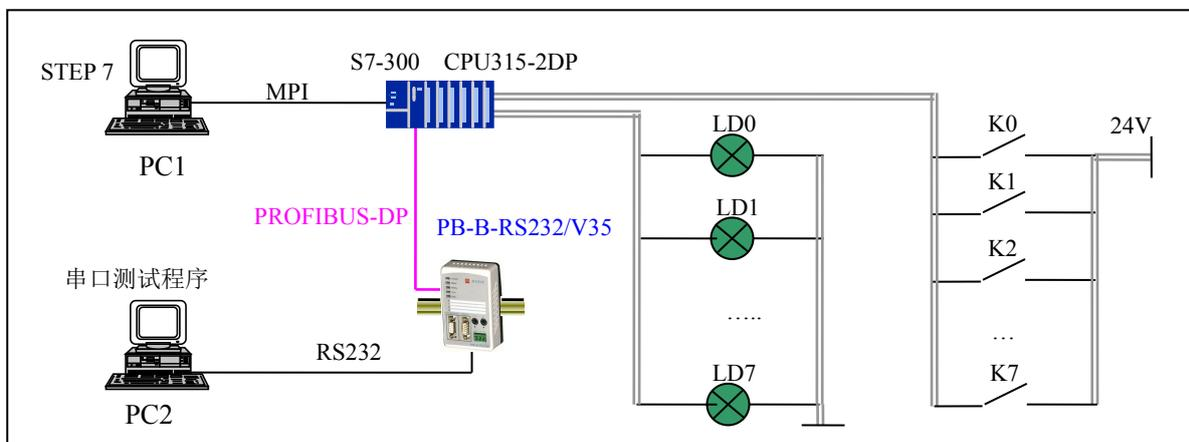

图 1 实例系统 A 结构图
- ① 使用实例系统 A,图 1 所示，PB-B-RS232/485/V35，波特率：9600、8 位偶校验、RS232/485 主设备；
- ② PLC 运行程序（见后），使用按钮 K0 启动 PB-B-RS232/485/V35 接口不间断发送；
- ③ RS232/485 从设备是 PC2，运行一个“串口测试程序”，可以观察到总线桥发送的数据。